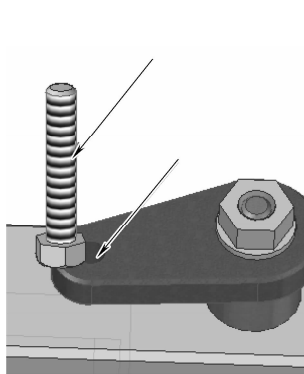
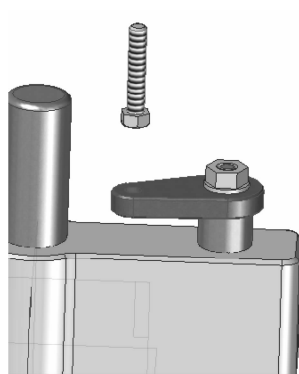

图 8-192 选取配合面
图 8-193 轴对齐装配
(2) 系统自动识别轴体零件的配合为【轴对齐】，在上方的【装配】命令条中选择【解除锁定旋转】按钮，在单击如图8-192所示的位置进行【轴对齐】装配，装配后如图8-193所示。